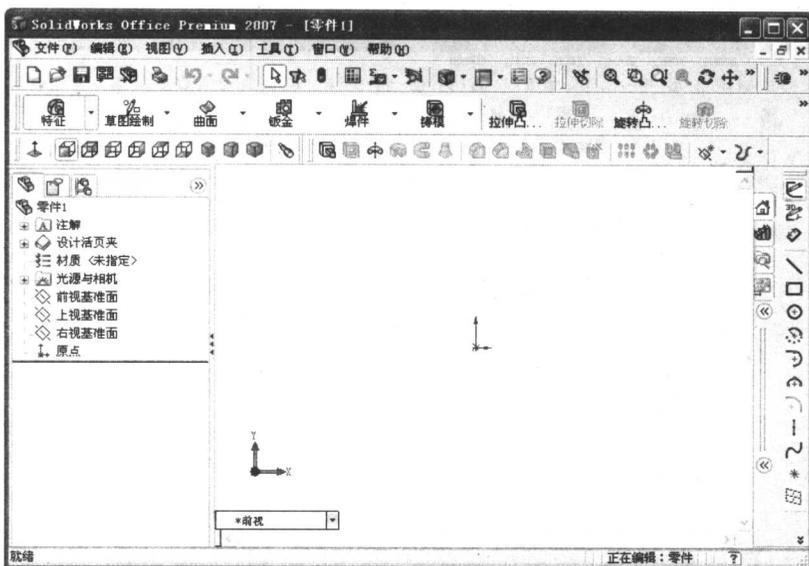

图 1.4 草图绘制界面
(1) 单击“草图绘制”按钮，CommandManager 工具栏弹出“草图绘制”相关按钮，进入草图绘制界面，如图 1.4 所示。